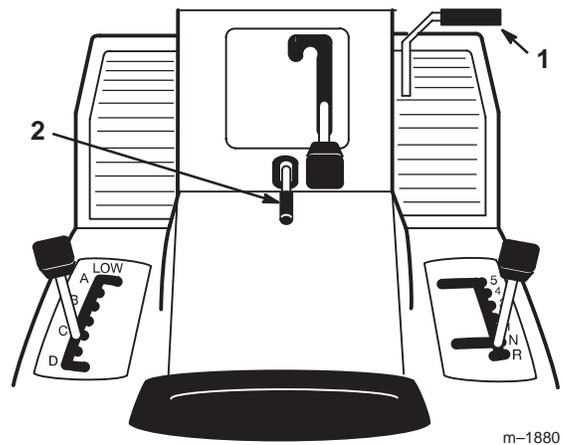

Bild 3
1. Drücken Sie das Kupplungs-/Bremspedal (Bild 3) herunter und halten es in der gedrückten Position.
2. Ziehen Sie den Feststellbremshebel (Bild 3) hoch und nehmen den Fuß allmählich vom Kupplungs-/Bremspedal. Das Kupplungs-/Bremspedal sollte in heruntergedrückter (gesperrter Position) bleiben.
1. Drücken Sie das Kupplungs-/Bremspedal (Bild 3) herunter. Der Feststellbremshebel sollte sich lösen.